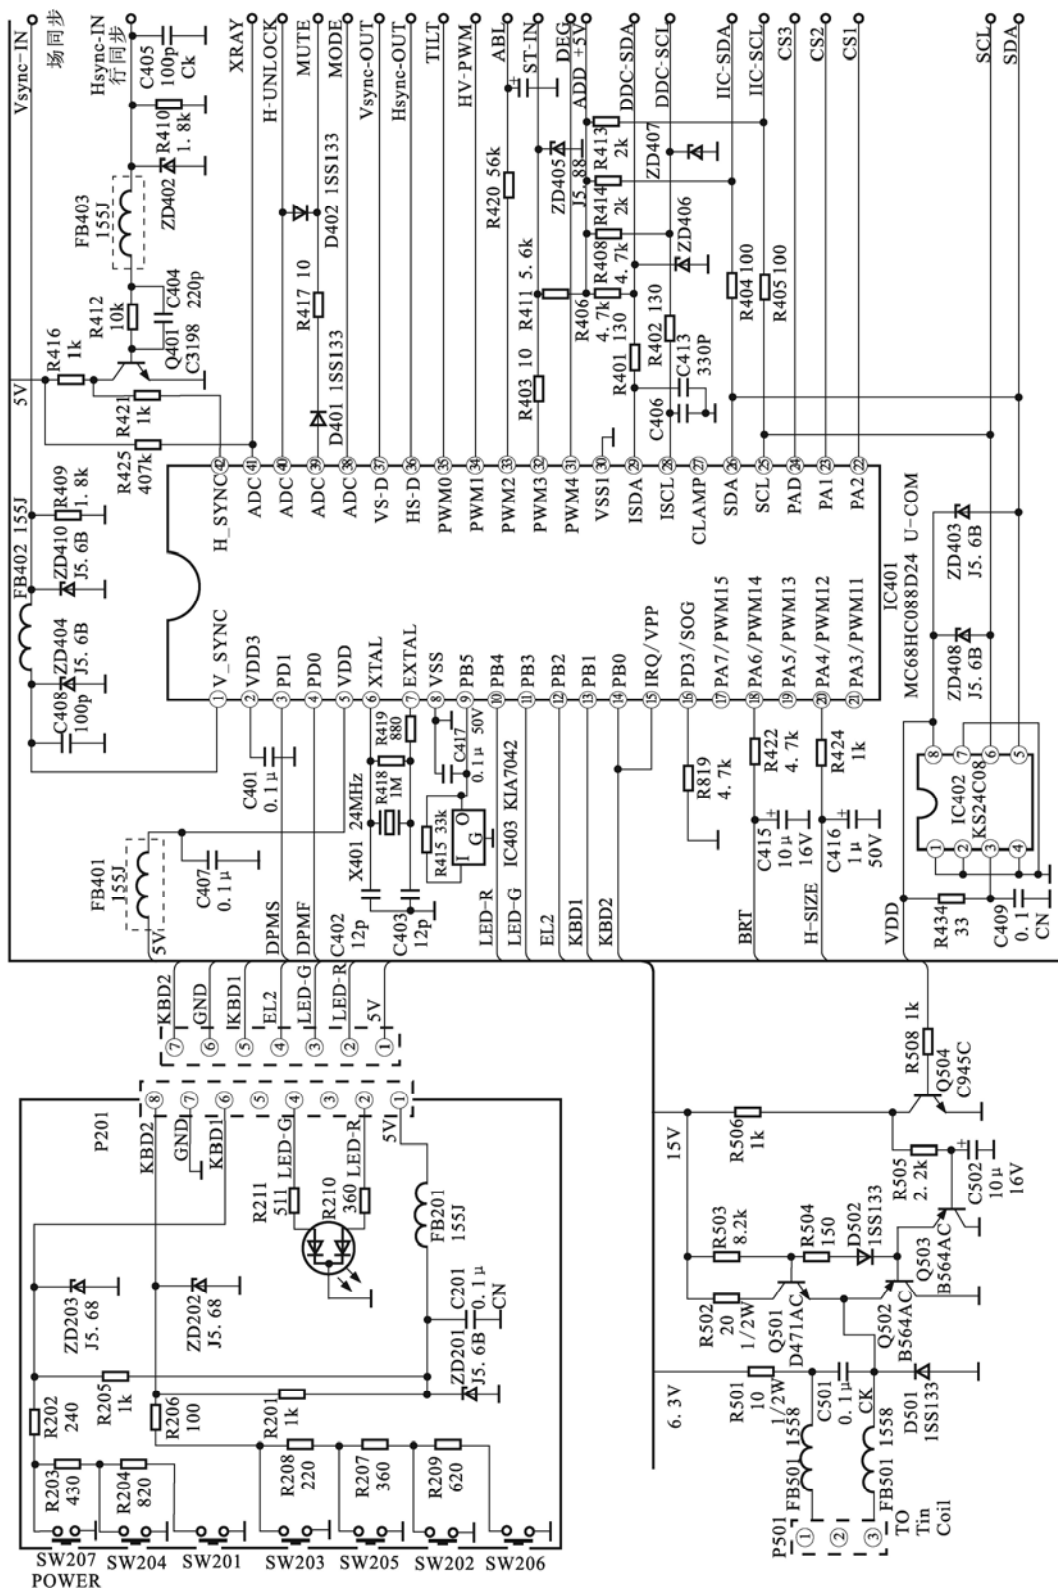
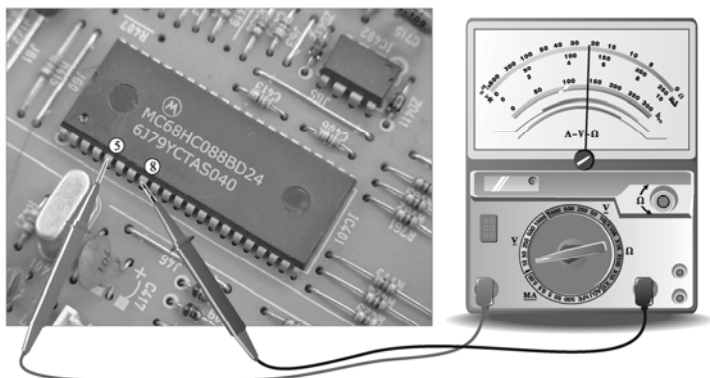

图 4-27 系统控制电路的电路原理图
图 4-30 电源供电端 +5 V 电压的检测方法
图 4-26 (a) 为采用 MC68HC088D24 微处理器的系统控制电路的实物外形图。图 4-26 (b) 为该电路板背面的引脚焊点图。该电路是以微处理器 IC401 (MC68HC088D24) 为核心的显示器系统控制电路。微处理器 (CPU) 通过 I2C 总线对视频电路、扫描电路和存储器等电路进行控制。图 4-27 为该系统控制电路的原理图。
若显示器控制功能失常时，首先可以使用万用表来测量微处理器 MC68HC088D24 的电源供电端电压，由如图 4-27 所示可知，微处理器的⑤脚为电源供电端，正常时应有+5V 的电压，其⑧脚为接地端。接通显示器电源，用万用表的红表笔接 MC68HC088D24 的⑤脚，黑表笔接接地端⑧脚，具体操作及万用表的读数如图 4-30 所示。